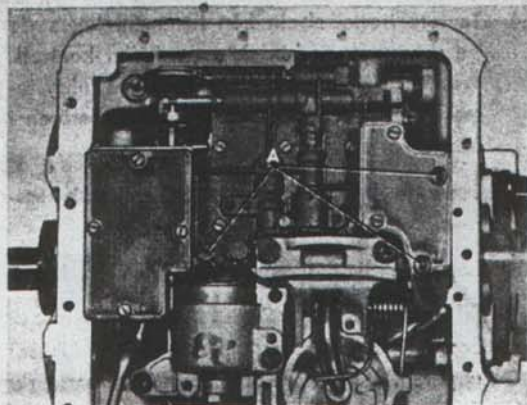

Bild 39. Kontrollsystem.
4. Ta loss trotteltkabeln från kammen. Lossa de tre skruvarna, se bild 39, som håller kontrollsystemet vid växellådshuset. Lyft kontrollsystemet rakt upp så att det lossas från oljerören i främre änden.